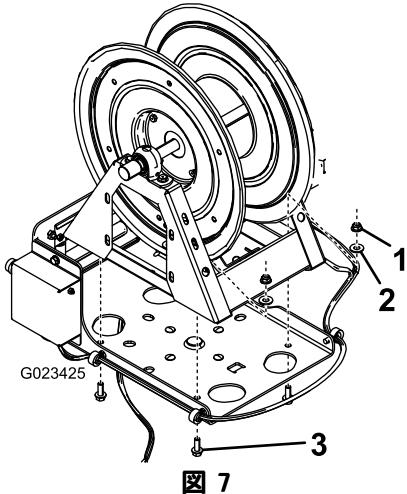

図 7
7. ホースリールをスイベルプレートに取り付ける；短いボルト（3/8インチ）4本と、小さいワッシャ4枚、フランジナット（3/8インチ）4個で図7のよう取り付ける。